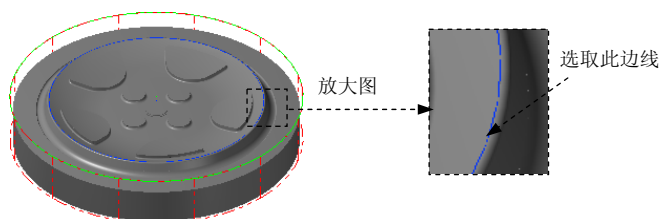

图 15.18 创建其余边界
(3) 单击  按钮完成指定边界的创建。
Step2. 参照上一步创建其余的边界，结果如图 15.18 所示。